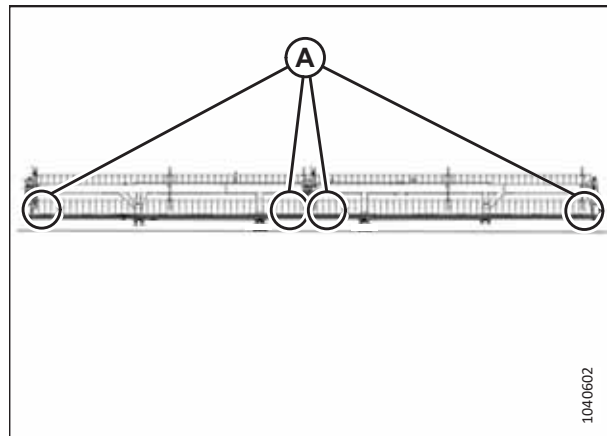

Figure 4.277: Emplacements de mesure du rabatteur double
- Figure 4.277, page 412 – Rabatteur double